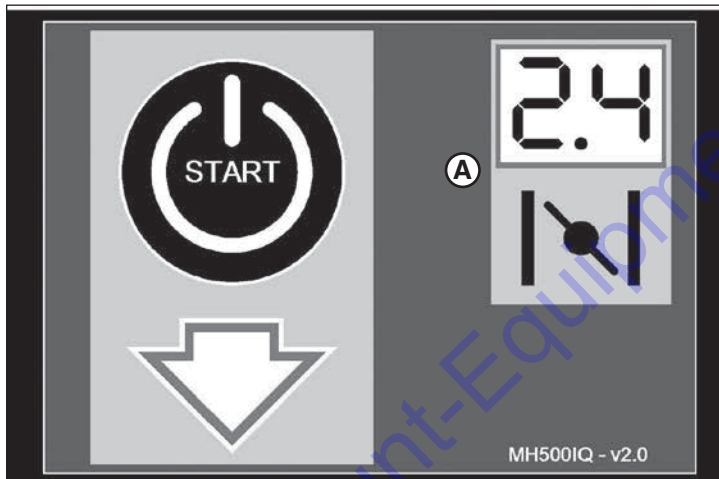

Figure 22
3. Laisser l'affichage se mettre en marche. Le premier affichage est l'écran de démarrage. Voir la Figure 22.
4. Le nombre dans le coin supérieur droit de l'affichage (A, Figure 22) est le réglage recommandé pour le registre.